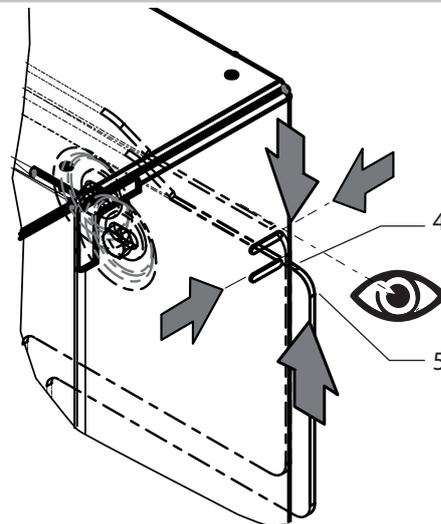

Bild 14: Einführhilfe in Wandhalterung
**HINWEIS:** Beachten Sie, dass die untere Markierung am Gehäuse über die obere Außenkontur der Wandhalterung ragen muss. (Siehe Bild 14 auf Seite 16). Achten Sie beim Ablassen des Gerätes, dass die obere Markierung bündig mit der Oberkante der Außenkontur abschließt. Außenkontur der Wandhalterung muss mit der Außenkontur des Gehäuses bündig abschließen.